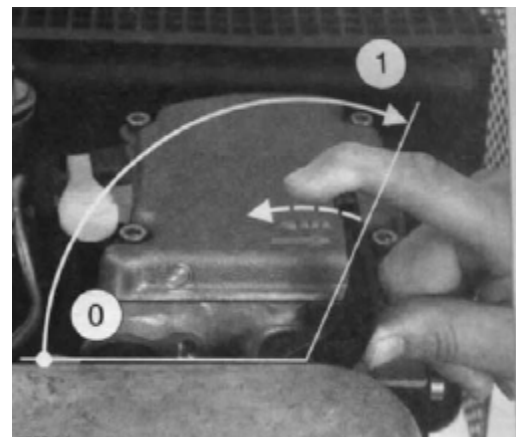

Рисунок 2
- 2) Повернуть рычаг декомпрессионного механизма (рис.2) в положение "1".